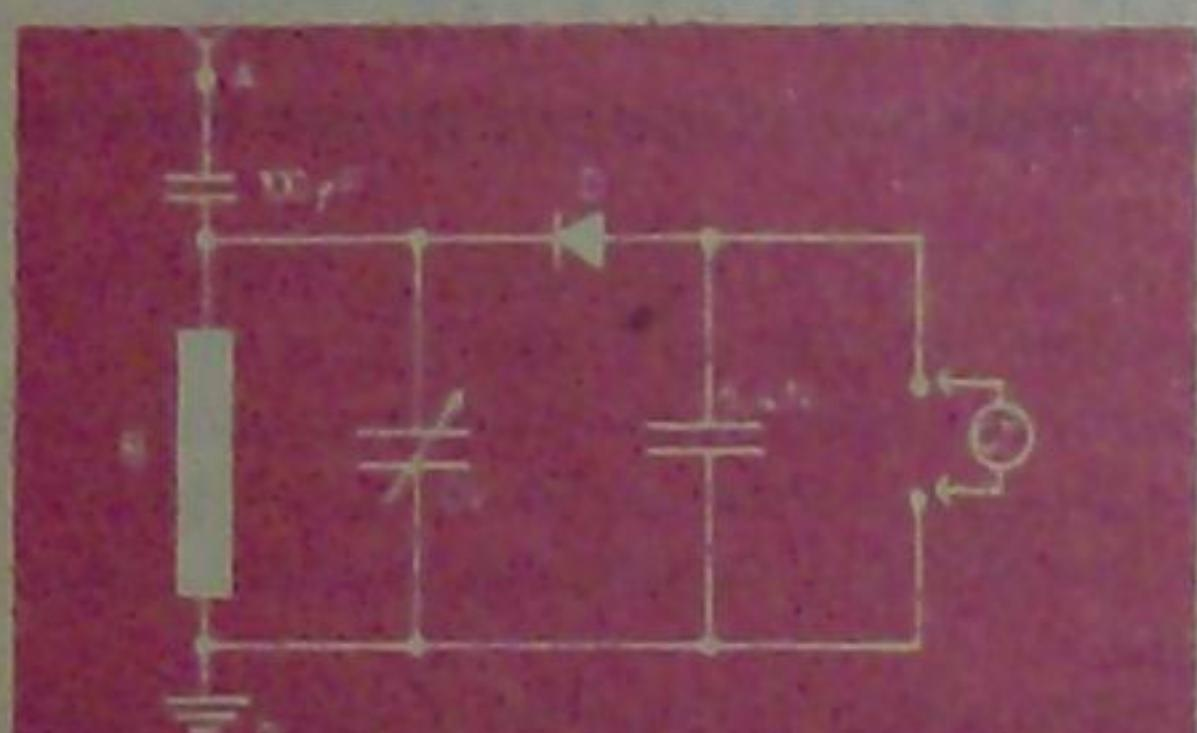

Fig. 1
1. Radioreceptor cu diodă (fig. 1)